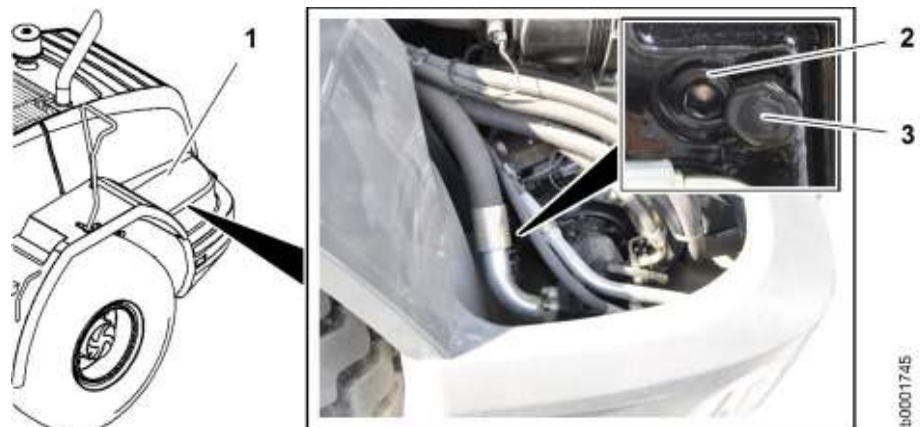

Fig. 263: Innesto della trasmissione di traslazione sulla circolazione libera
- ▶ Annullare nuovamente la circolazione libera sulla trasmissione di traslazione. (vedere: fig. 263, pagina 227)